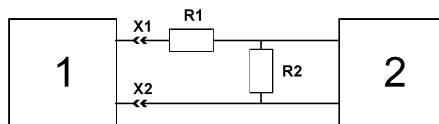

Рисунок 1 - электрическая схема для проверки режимов работы электростимулятора.
10.3. Собрать схему, изображенную на рис.1.